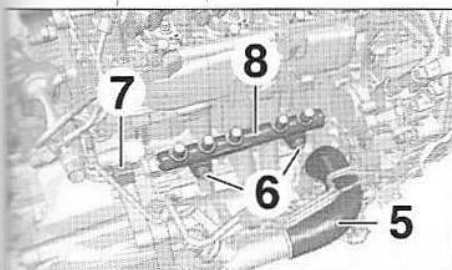

FIG.60
- Déposer les canalisations haute pression (4).
- Débrancher et écarter la durit (5) (Fig.60).
- Déposer les vis (6).
- Débrancher le connecteur (7).
- Déposer la rampe commune haute pression (8).